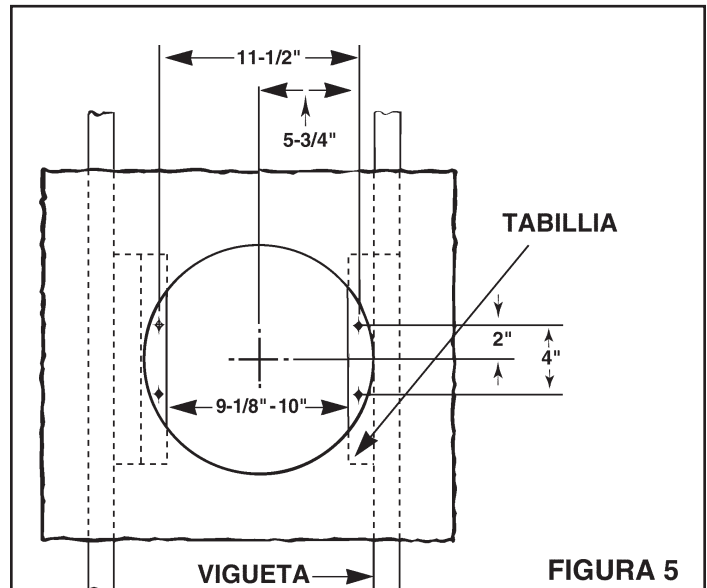

FIGURA 5
7. Refiérase a la Figura 5. Instale tablillas de 2 x 4 a ambas viguetas del techo. En algunos casos puede ser necesario utilizar más de una sola tablilla en un lado. La distancia entre las tablillas debe ser al menos de 9-1/8 " pero no más de 10".